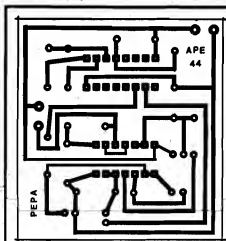

Fig.2
- FIG. 2 - LAY OUT DO CIRCUITO IMPRESSO ESPECÍFICO - Mesmo com a presença de dois Integrados, a idéia é manter tudo tão pequeno quanto for possível (sempre na intenção de preservar a portabilidade, essen-
encontrada (fig. 2) é um bom compromisso entre essas duas posturas (miniaturizar, sem "espremer" a configuração das ilhas e pistas...). A figura traz o padrão em tamanho natural, devendo todos os cuidados "tradicionais" serem tomados na cópia, traçagem, corrosão, limpeza e furação...